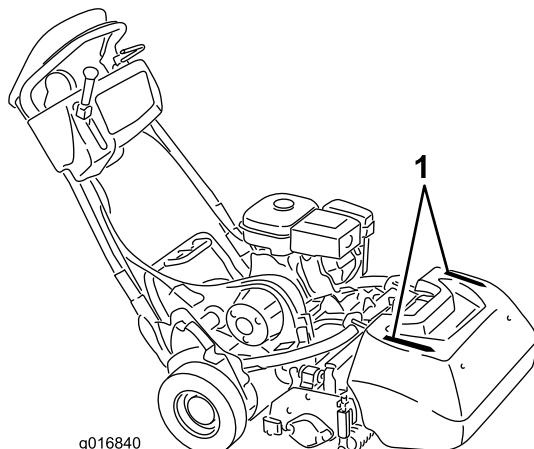

Рисунок 25
- Для сохранения прямолинейного движения по травяному покрытию и поддержки одинаковой дистанции от края предыдущей скосленной полосы, используйте ориентирующие полосы на корзине (Рисунок 25).